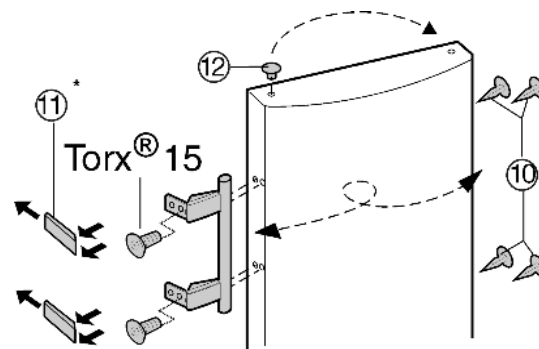

Fig. 7
- ▶ Витягніть пробки Fig. 7 (12) із втулок на дверцятах і переставте їх.
- ▶ Зніміть пробки Fig. 7 (10), пластини Fig. 7 (11) та ручки і переставте на протилежний бік.